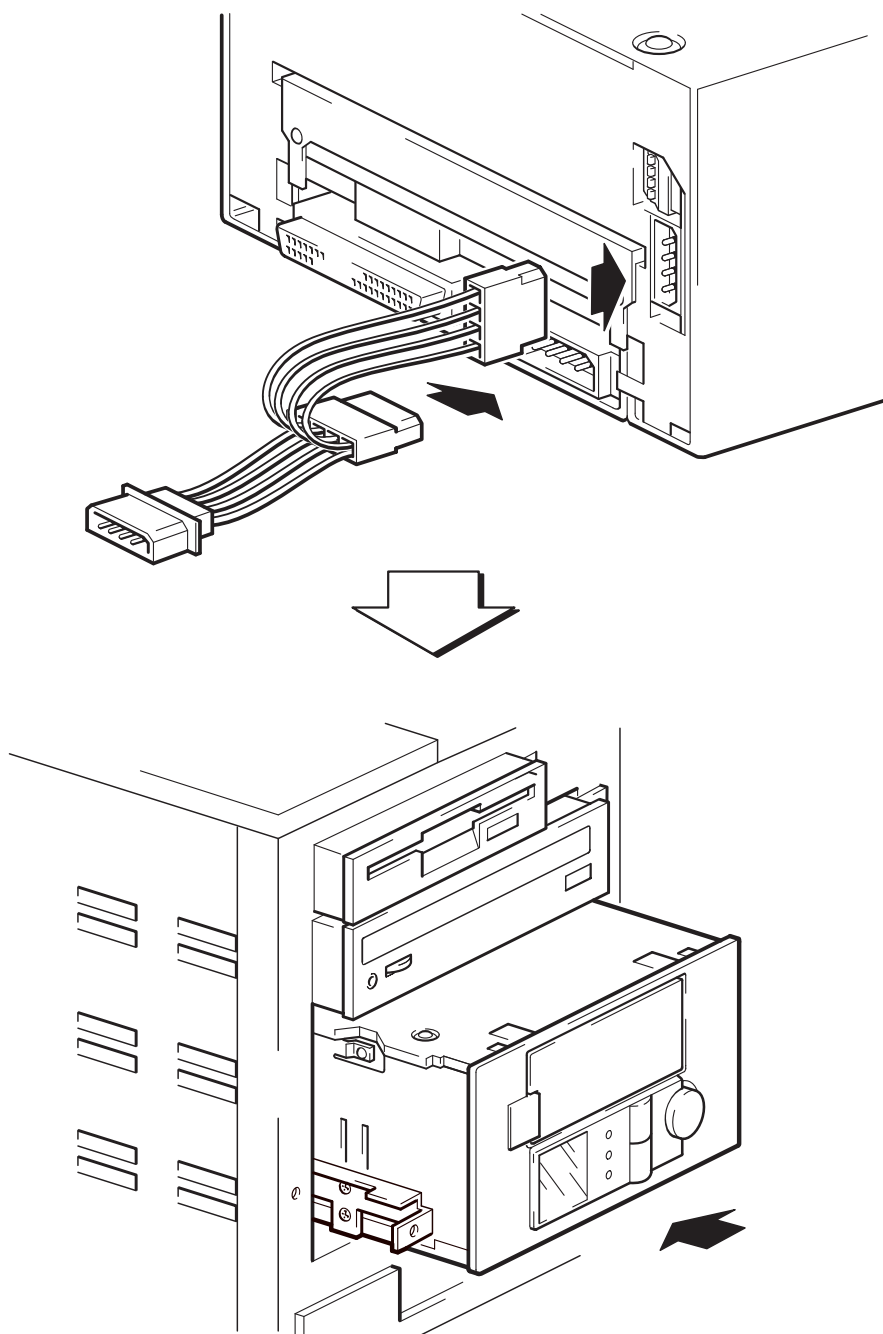

Figura 8: conectar o cabo Y e instalar a unidade
- 1 Ligue os conectores-fêmea de alimentação do cabo em Y a dois soquetes de alimentação do autoloader, como mostra a figura 8.
- 2 Deslize o autoloader para dentro da baia aberta, alinhando a bandeja ou trilhos com as ranhuras na baia, como mostra a figura 8.